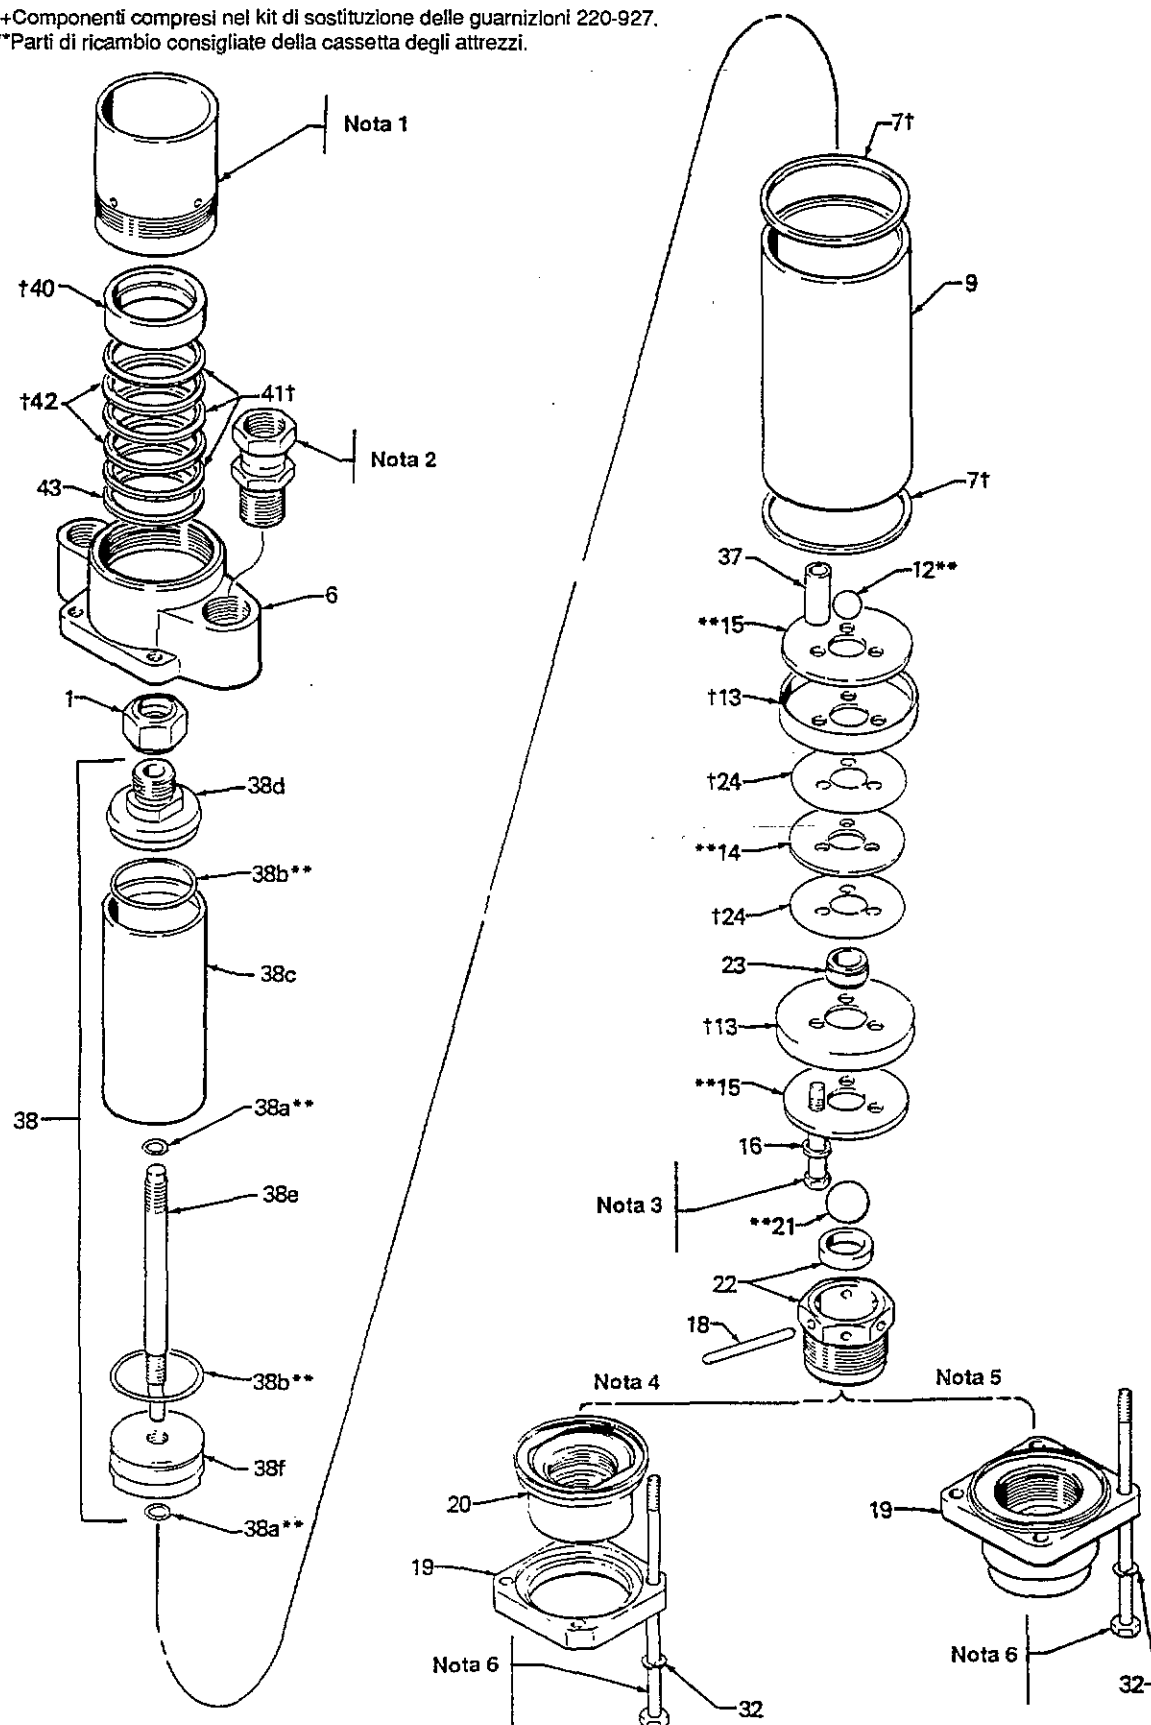

Fig. 3.1
Riparazione della pompa volumetrica (Ved. Fig. 3.1)
2. Svitare i quattro bulloni di ancoraggio (31) dall'alloggiamento della bocca di uscita (6). Smontare l'alloggiamento della valvola di aspirazione (19 o 20).
3. Allentare il dado del premistoppa/guarnizioni per contatto con fluidi (2).
4. Svitare la sede della valvola (22) dall'alloggiamento della bocca di entrata (19 o 20). Togliere il perno di arresto della sfera (18) e annotare in quale foro si trova il perno. La posizione del perno determina la corsa della sfera (21). Togliere la sfera (21) e la guarnizione inferiore (7). Pulire accuratamente tutti i componenti e verificare l'eventuale presenza di danni o usura.
5. Estrarre il cilindro (9) dal gruppo stelo dello stantuffo (38). Controllare l'eventuale presenza di graffi, usura o danni sulla superficie interna del cilindro facendo scorrere un dito sulla superficie o osservando il componente in controluce. Sostituire i componenti danneggiati.
6. Togliere le tre viti (17) e le rondelle (16). Smontare i componenti del pistone, pulirli e rimontarli nell'ordine illustrato nella Fig. 3.1 o a Pag. 4 nel caso si installi il Kit di sostituzione delle guarnizioni optional 218-757 o 220-925. Installare i componenti nuovi del kit. Applicare un composto sigillante alle viti (17) e serrare uniformemente ad una coppia di 40-42 N·m.
7. Smontare la guarnizione superiore (7) dall'alloggiamento della bocca di uscita (6) e sostituirla con una nuova.
8. Rimuovere il dado del premistoppa (2), i premistoppa (40 e 43) e le guarnizioni a V (41 e 42) dall'alloggiamento della bocca di uscita (6) e pulire l'alloggiamento. Lubrificare i componenti nuovi e rimontarli nell'ordine illustrato nella Fig. 3.1 o a Pag. 4 nel caso si installi il Kit di sostituzione delle guarnizioni optional 218-757 o 220-925. ASSICURARSI che i labbri delle guarnizioni a V o delle tenute optional (comprese nel kit 218-757) siano rivolti verso il **BASSO** nell'alloggiamento della pompa. Installare il dado del premistoppa e serrare ad una coppia di 22-25 N·m.
9. Non smontare il gruppo stelo dello stantuffo (38) a meno che non sia necessario. Annotare di quanto la vite di regolazione (38e) sporge dal tappo inferiore (38f). Ciò determina la corsa della sfera del pistone (12). Svitare la vite di regolazione dallo stelo dello stantuffo (38c). Smontare i tappi superiore e inferiore (38d e 38f). Controllare gli O-ring (38a e 38b) lasciandoli in sede. Sostituire tutti i componenti che presentano tacche, danni o usura. Rimontare assicurandosi che la vite di regolazione (38e) si trovi alla corretta distanza. (Per ripetere la regolazione della corsa della sfera del pistone, ved. le istruzioni riportate a lato).
10. Installare il gruppo stelo dello stantuffo (38) inserendolo dalla parte inferiore dell'alloggiamento della bocca di uscita (6) e applicare il dado di giunzione (1).